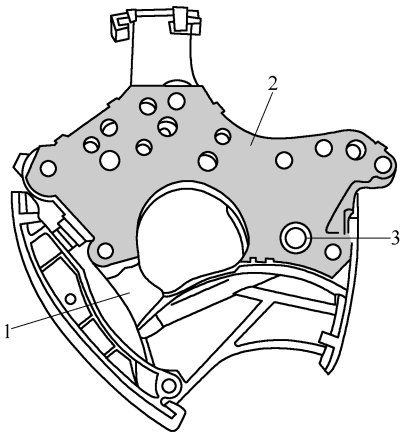

图 1-3-23 清洁油滤网
- 4) 如图 1-3-23 所示,清洁油滤网 3。将一个新